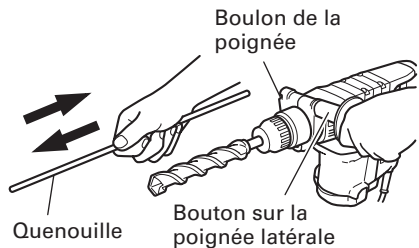

Fig. 12
7. Utilisation de l'arrêteur (Fig. 12)